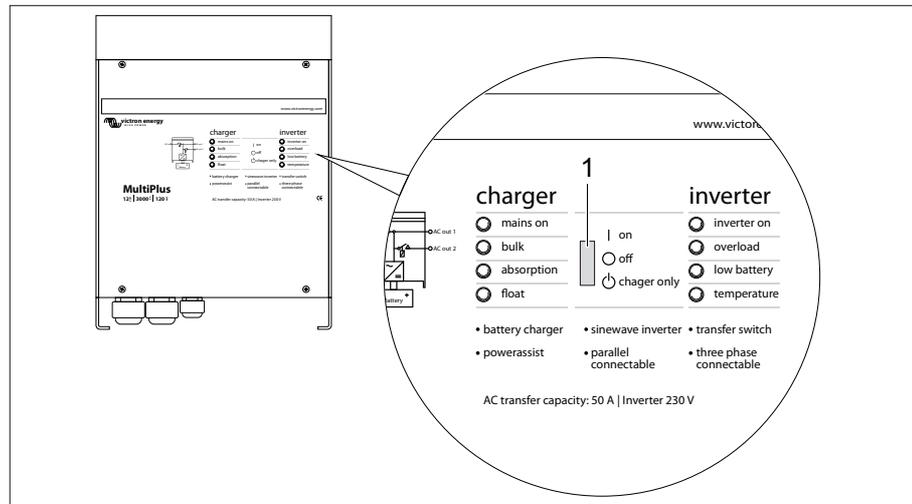

Bild 191 Wechselrichter MultiPlus
Zur ordnungsgemäßen Funktion des Digital Multi Control Panels muss der Kippschalter am Wechselrichter MultiPlus (Bild 191,1) auf "on" stehen.
Stellungen des Kippschalters (Bild 191,1)
- ▷ Liegt kein 230-V-Anschluss an und das Fahrzeug wird länger nicht benutzt, muss der Kippschalter (Bild 191, 1) auf "off" stehen. Ansonsten kann es sein, dass die Batterien nach spätestens 3-4 Tagen leer sind.